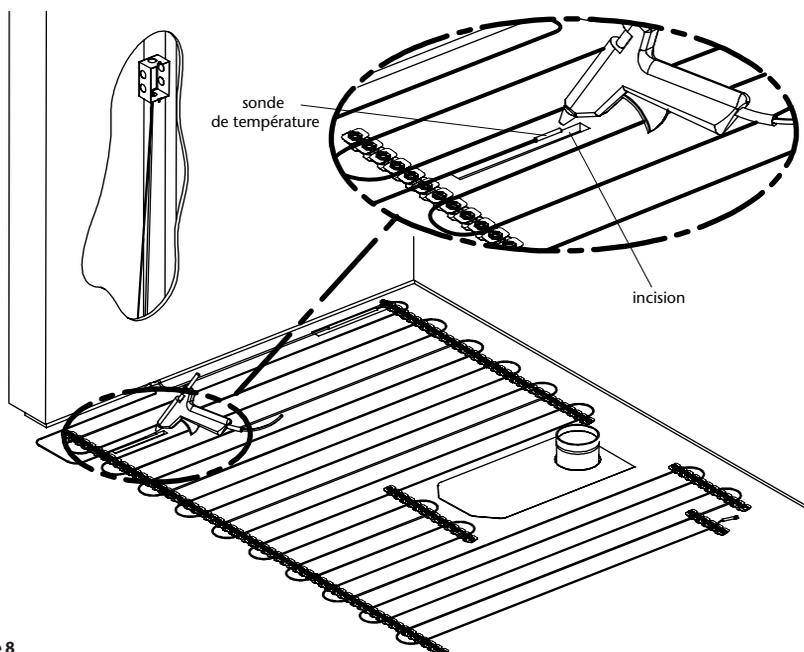

Figure 8
- Coller la sonde au sous-plancher (Figure 8). Celle-ci doit être solidement fixée au sous-plancher afin de rester en place au moment de verser le ciment ou autre liant équivalent (colle à base de ciment, colle à céramique, ciment autonivelant).